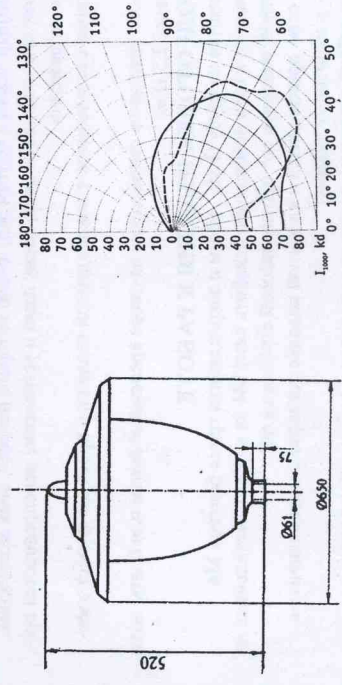

Рис. 1
1.1. Светильники вечнающие серии ЖТУ10-150-001 У1, ЖТУ10-150-002 У1 (рис.1) с разрядными лампами высокого давления предназначены для функционально-декоративного освещения скверов, парков, бульваров.